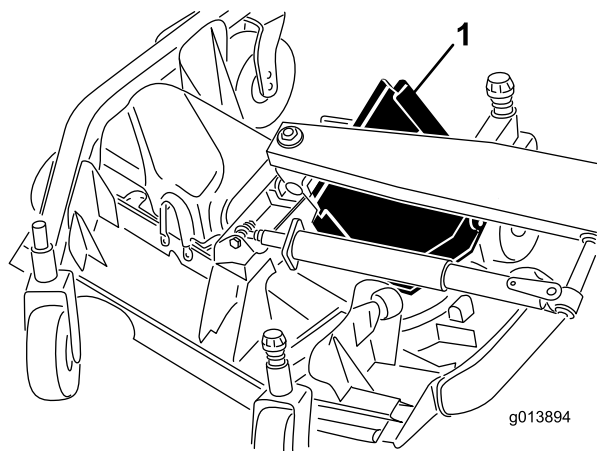

図 47
6. 前側エッジを持ち上げ、これを昇降アームとローラの間に移動する 図 47。